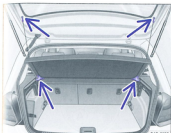

Fig. 74 Hayon ouvert : couvre-coffre soulevé.
- Décrochez les ficelles de retenue du hayon ⇒ fig. 74 (flèches supérieures).
- Tirez le couvre-coffre vers l'arrière pour le faire sortir des fixations latérales ⇒ fig. 74 (flèches inférieures).
- Poussez le couvre-coffre vers l'avant dans les fixations latérales ⇒ fig. 74 (flèches inférieures).
- Accrochez les ficelles de retenue du hayon ⇒ fig. 74 (flèches supérieures). ⚡